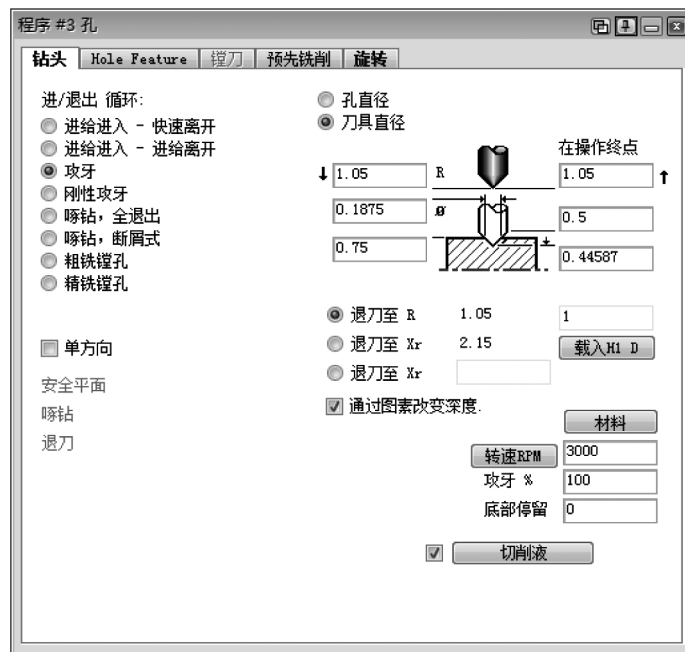

图 2-84 孔工艺参数#3
- 4) 使用刀具#8 产生孔工艺参数#3, 如图 2-84 所示。